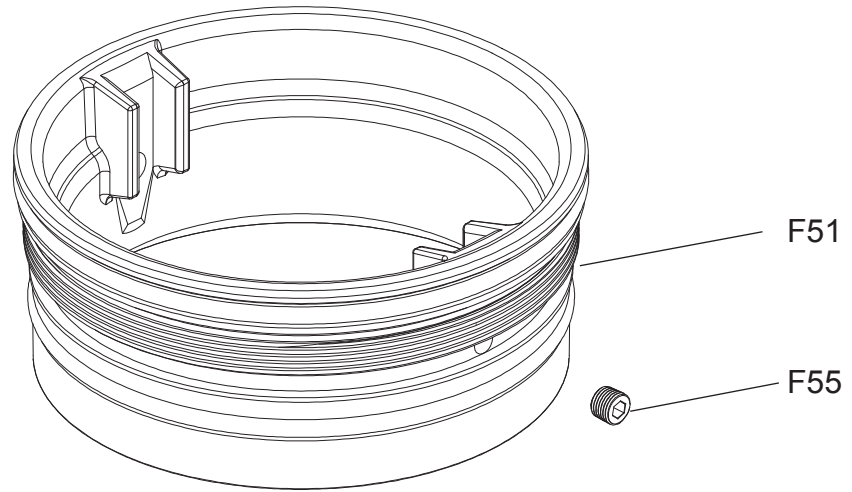

Fig. 2
2. Después de quitar el conjunto de la válvula principal, enrosque dos Tapones de Latón (F55) en el Anillo del Asiento de la Válvula (F51) con una llave hexagonal de 3/16 "(Fig. 2)